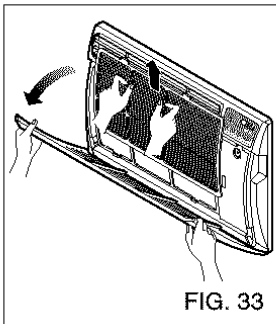

FIG. 33
- Tire hacia delante de la rejilla de entrada y extraiga el filtro de aire. (FIG. 33)